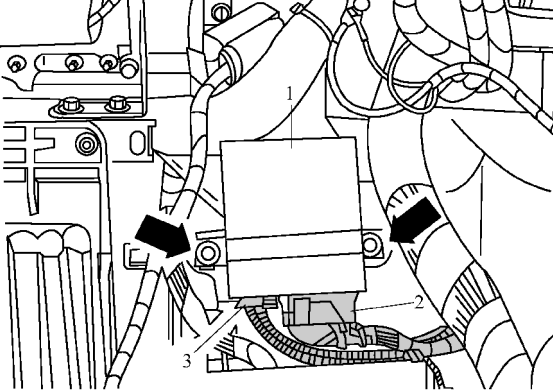

图 9-2-31 拆下数据总线诊断接口 J533
(1) 关闭点火开关并拔出点火钥匙。
(2) 拆下杂物箱。
(3) 如图 9-2-31 所示, 旋出螺栓(箭头所示), 并拆下数据总线诊断接口 J533(编号 1), 脱开电气插